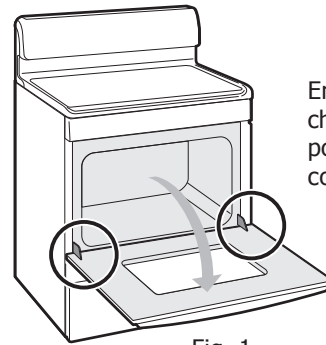

Fig. 1
3. Ouvrez complètement la porte du four (parallèle au sol; fig. 1).